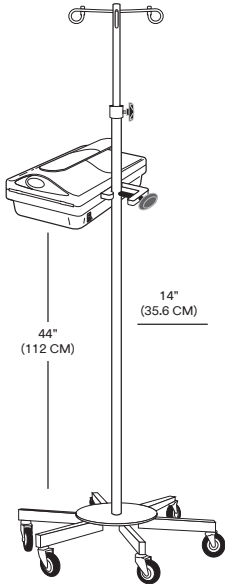

Figura 3
- Para evitar quedas, prenda a unidade de aquecimento de fluidos de irrigação Ranger a um suporte para I.V. com distância entre eixos de raio mínimo de 14" (35,6 cm) e altura não superior a 44" (112 cm). Não fazer isso pode resultar em danos ao produto (consulte a Figura 3).